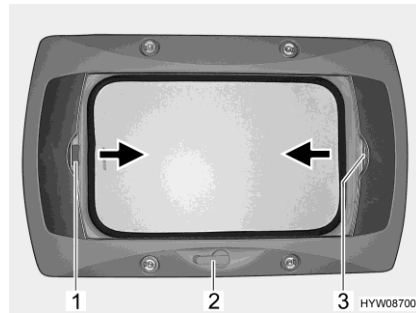

Fig. 53 Oblò a manovella
- Ruotare la manovella (Fig. 53,2) fino a quando non si incontra resistenza.
- Tirare la tendina oscurante pieghevole per la maniglia (Fig. 53,3) nella direzione della freccia fino alla posizione desiderata e rilasciare. La tendina oscurante pieghevole rimane in questa posizione.
- Tirare la zanzariera a rullo per la maniglia (Fig. 53,1) nella direzione della freccia verso la maniglia contrapposta della tendina oscurante pieghevole (Fig. 53,3) e farla innestare.
- Tirare la maniglia della zanzariera a rullo (Fig. 53,1) dietro, verso l'alto, e sganciare la zanzariera a rullo dalla tendina oscurante pieghevole (Fig. 53,3).